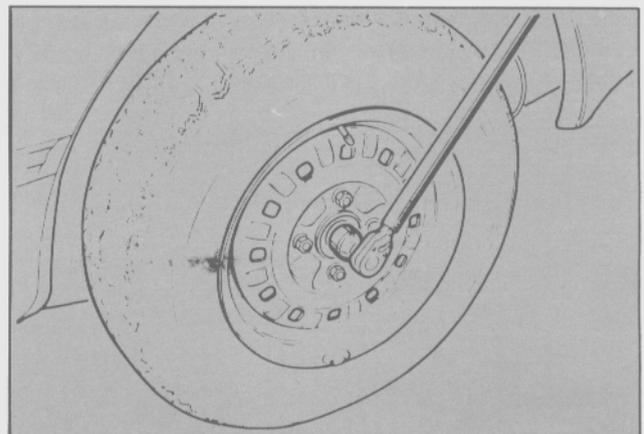

Fig. 26. Ajuste final de la tuerca de sujeción del semieje (L y GHIA)
- Descender el vehículo y apretar las tuercas y la tuerca de retención de la maza al torque especificado. (Fig. 26).